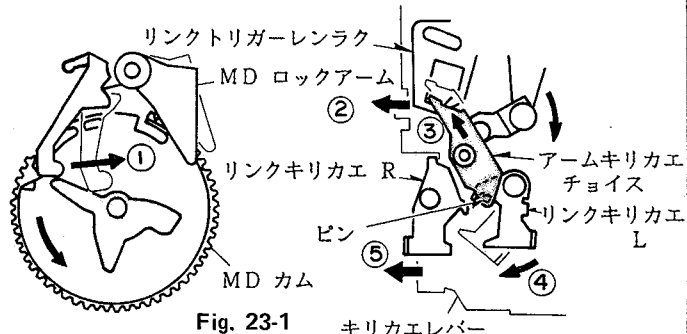

Fig. 23-1
- 1) MDカムが図の位置 (図 23-1 参照) で MD-PL (プランジャー) に再度通電しMDロックアームが矢印①方向に作動する。この時リンクトリガーレナクを矢印②方向に押し、連動するアームキリカエチョイスが矢印③方向に作動しアームキリカエチョイスのピンがリンクキリカエLを矢印④方向に作動させキリカエレバーを矢印⑤方向に切替えます。